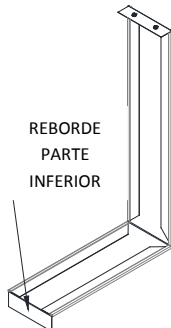

Figura 11.2 – Empalme cubre rollo
- Las secciones del cubre rollo cuadrado NO traslapan en el soporte del cubre rollo. Sus orillas tocan y se proporciona una unión para cubrir la junta de unión, ver **Figura 11.2**.